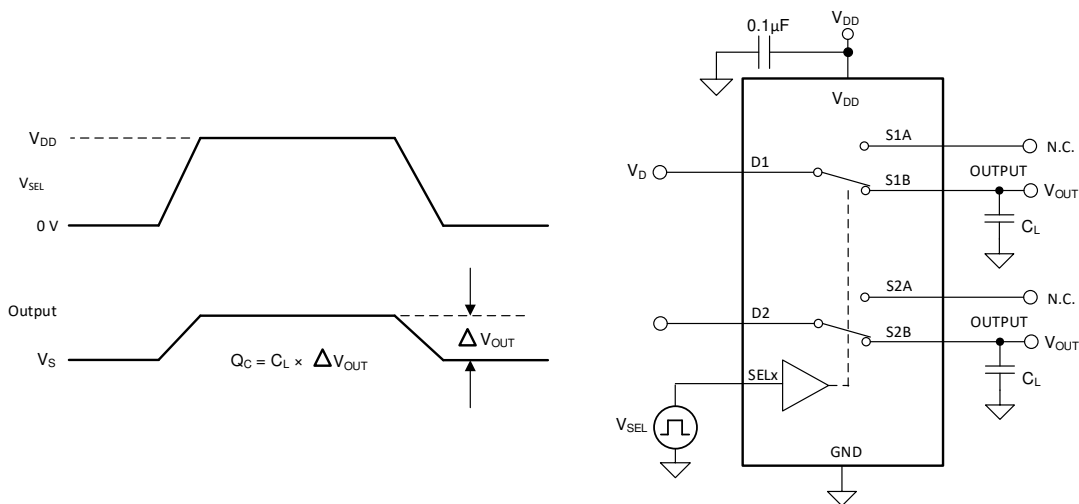

图 6-6. 电荷注入测量设置
TMUX1136 具有传输门拓扑。NMOS 和 PMOS 晶体管之间电容的任何不匹配都会导致在栅极信号的下降沿或上升沿期间向漏极或源极注入电荷。注入器件源极或漏极的电荷量称为电荷注入，用符号 Q_C 表示。图 6-6 展示了用于测量从漏极 (D) 到源极 (Sx) 的电荷注入的设置。